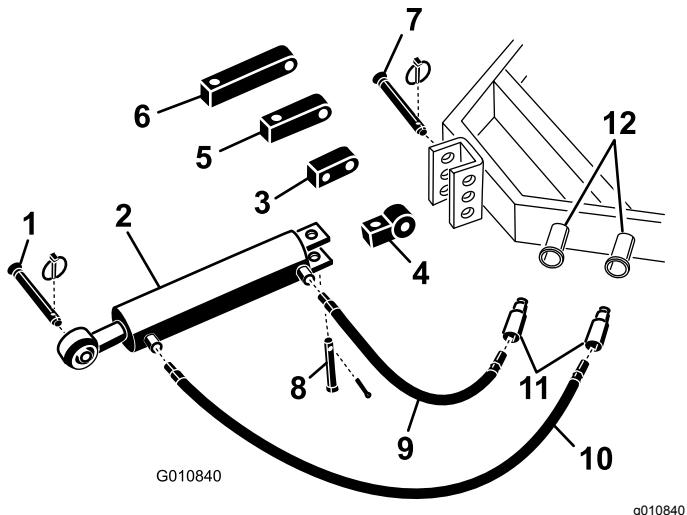

Figura 5
- Fixe a extremidade de ligação do braço de ligação do hidráulico ao trator com os pinos fornecidos com o trator (Figura 5). Posicione o braço superior hidráulico de forma a que a extremidade da barra fique voltada para o arejador. As portas do cilindro devem ficar posicionadas na direção dos hidráulicos de potência auxiliar do trator.
Nota: Se o cilindro hidráulico tiver de ficar posicionado com as portas voltadas para cima, utilize o bloco rotacional em vez do bloco de montagem padrão para reposicionar o cilindro (Figura 5). Deve ser utilizada uma ligação hidráulica de 90 graus em vez do bloco rotacional (as conexões não foram fornecidas).
- Retire o contrapino e o pino que fixam a ligação padrão ao cilindro (Figura 5). Retire a ligação do cilindro.
- Instale o bloco rotacional no cilindro com os pinos previamente retirados (Figura 5).
- Ligue mangueira hidráulica de 106 cm à porta do braço superior hidráulico que está mais perto do arejador \(Figura 5\). Aplique fita ou composto vedante de rosca nas rosca da mangueira para evitar quaisquer fugas.
- Ligue a mangueira hidráulica de 76 cm à porta do braço superior hidráulico que está mais perto do trator \(Figura 5\). Aplique fita ou composto vedante de rosca nas rosca da mangueira para evitar quaisquer fugas.
Se o cilindro hidráulico não chegar ao suporte de montagem do arejador, utilize um bloco de extensão em vez do bloco de montagem padrão para ligar o cilindro ao trator (Figura 5).
- Instale o bloco de extensão com o comprimento necessário no cilindro com os pinos previamente retirados (Figura 5).